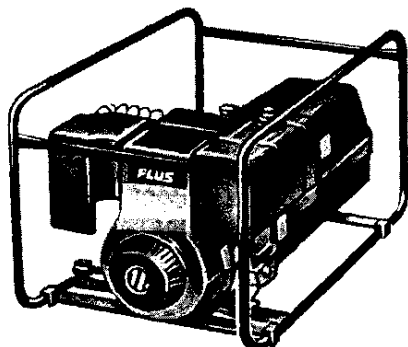

Рис. 3. Автономный двигатель-генератор
- автономный двигатель-генератор (рис. 3);